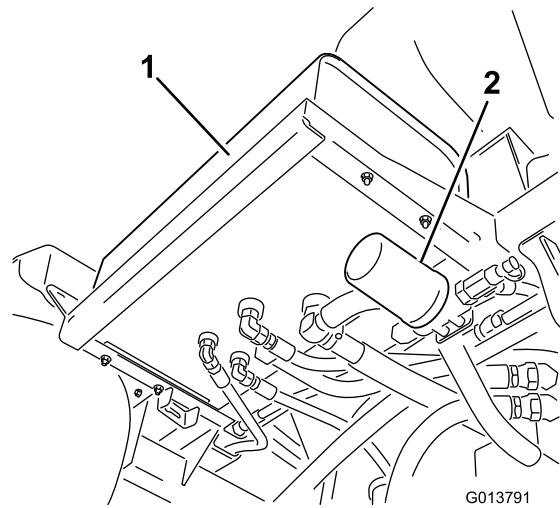
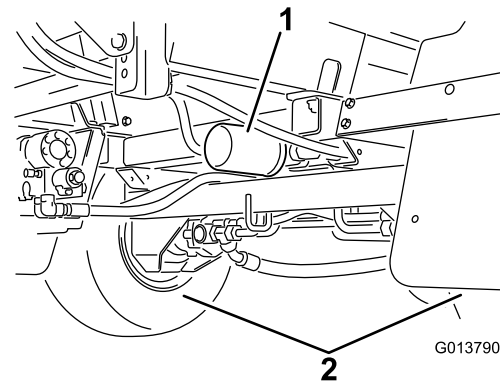

Figure 96
Figure 97
2. Localisez les 2 filtres hydrauliques sur la machine (Figure 96 et Figure 97).